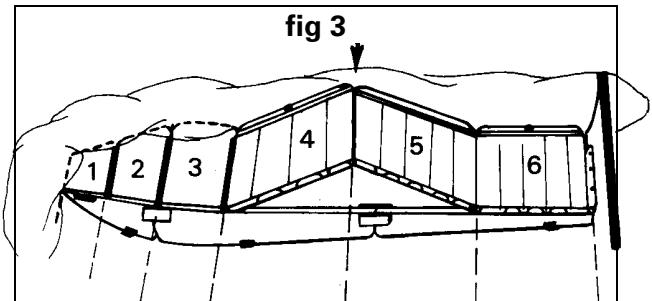

fig 4
2. **Introdurre** i longheroni in posizione tra gli elementi 4 e 6 [fig. 4 e 7] e posizionarli nell'angolare tra tubolare e pagliolato.